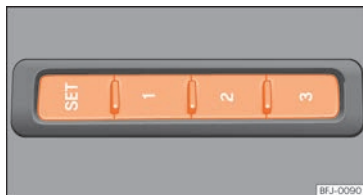

Fig. 117 En el lateral exterior del asiento del conductor: teclas de memoria.
- Pulse la tecla **SET** durante más de 1 segundo »»» fig. 117.